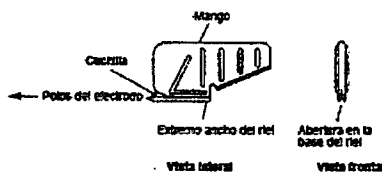

Figura 10. Extractor del anclaje.
3. Localice el extractor del anclaje (Figura 10).